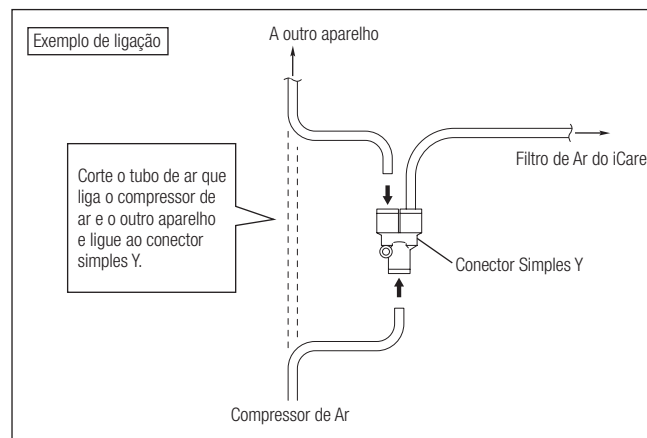

Fig. 2
- 2) Ligue o conector simples Y à fonte de ar (compressor de ar), conforme mostrado na Fig. 2.